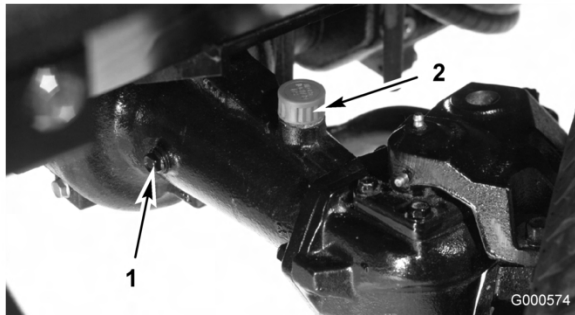

Figura 47
2. Retire o tampão de verificação que se encontra numa das extremidades do eixo (Figura 47) e Certifique-se de que existe lubrificante no fundo do orifício. Se o nível estiver baixo, retire o tampão de enchimento (Figura 47) e adicione lubrificante suficiente para encher o nível de lubrificante até ao fundo do orifício do tampão de verificação.